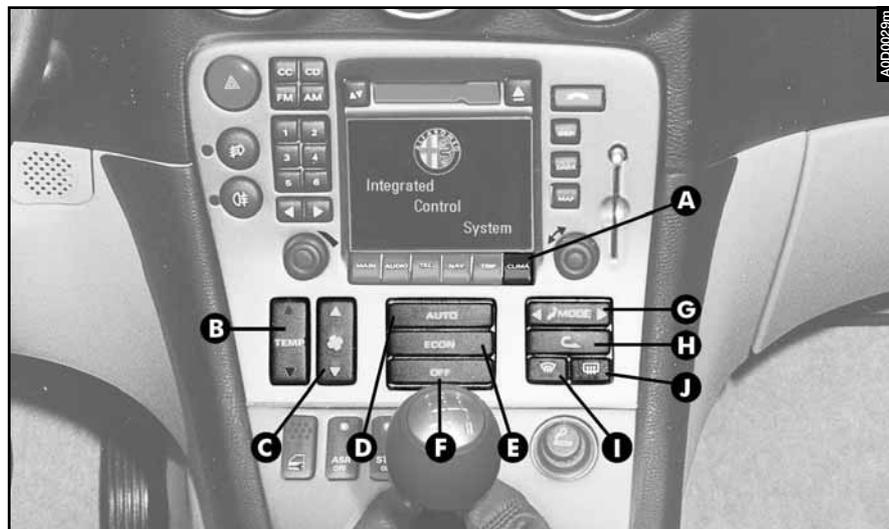

fig. 94
- la "température équivalente" désirée en appuyant sur la touche (**B-fig. 94**);
## DESCRIPTION DES COMMANDES (fig. 94)